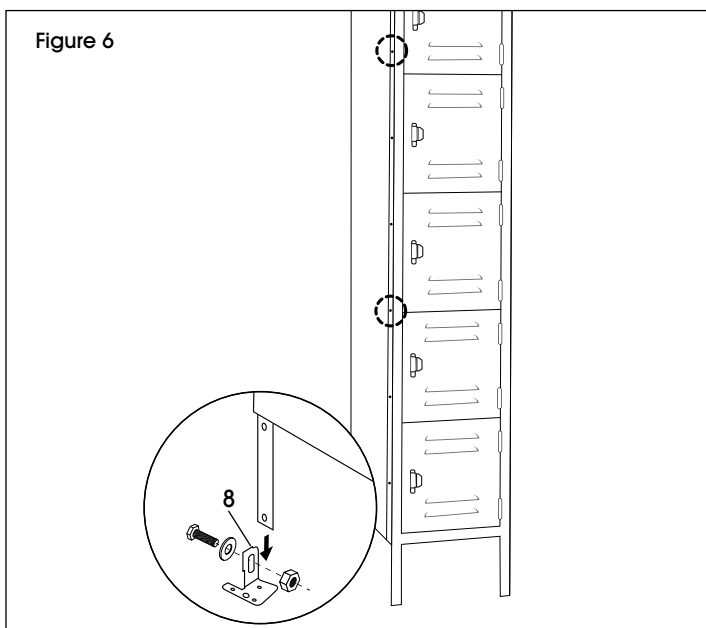

Figure 6
2. Use supplied leveling feet and hardware (8) to level the unit. (See Figure 6)
1. Si vous raccordez ensemble deux unités, installez temporairement un boulon et un écrou dans le troisième et le sixième trou à partir du haut du cadre extérieur qui sera raccordé au(x) cadre(s) de casier(s) adjacent(s). (Voir Figure 6)
2. Utilisez les pattes de nivellement et quincaillerie (8) fournies pour niveler l'unité. (Voir Figure 6)